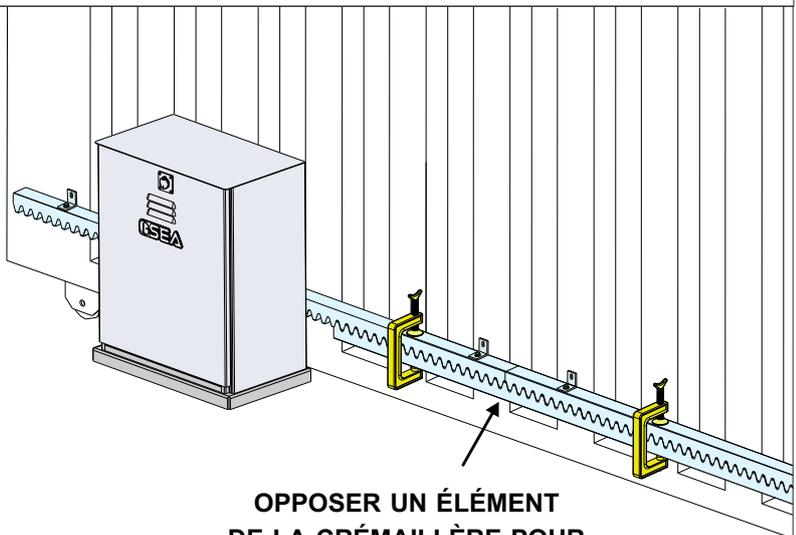

Fig. 16
- 7.6. Assurez-vous que tous les éléments de la crémaillère sont parfaitement alignés et correctement placés (**DENTURE EN PHASE**). Il est conseillé d'opposer un élément à deux éléments consécutifs pour assurer le parfait alignement comme illustré en Fig. 16